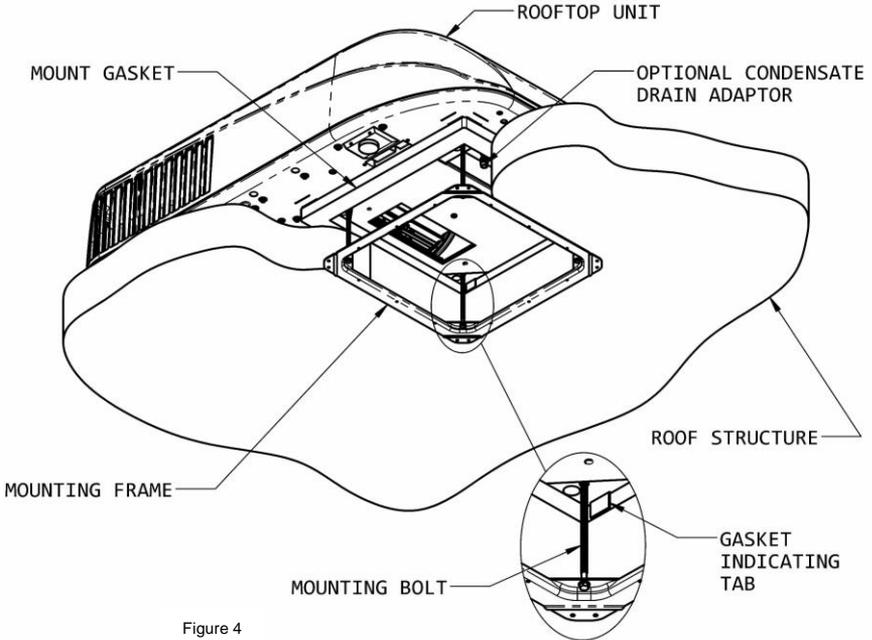

Figure 4
- E. Fixation du pompe a chaleur au toit - L'ensemble de plafond comprend un cadre de montage. Fixez la pompe à chaleur au toit à l'aide des étapes ci-dessous. Reportez-vous à la Figure 4.
3. La tension appropriée de chaque boulon est atteinte quand toute partie de chaque languette indicatrice du joint vient en contact avec le toit. Voir Figure 4. L'unité supérieure est maintenant correctement installée avec la compression optimale du joint.
le long de la cloison latérale afin de permettre à l'eau d'être évacuée sous le véhicule. Veillez à ce que le boyau ne forme aucun pli fermé aux endroits où il tourne. Raccordez le haut du boyau d'évacuation au raccord à entailles illustré dans la Figure 4.